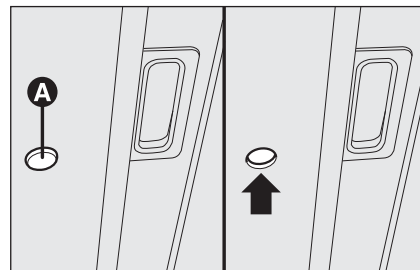

fig. 69
- ☐ presionar el botón **A-fig. 69** en posición de cierre;
- ☐ introduzca la llave **A-fig. 69** en dotación en el alojamiento y gire: